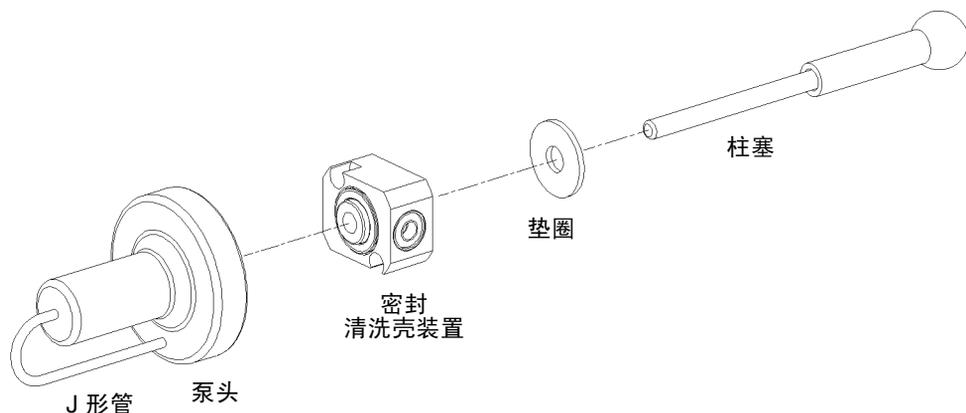

图 7-5 柱塞、密封清洗和泵头
5. 将泵头、密封清洗装置及柱塞作为一个设备移除（图 7-5）。
7. 按照屏幕上的指示重新插入泵头、密封清洗壳、垫圈及柱塞装置。为避免损坏管密封及将密封清洗管与密封清洗壳正确对齐，请参阅下面的步骤 **a** 至 **d**。另外，要确保泵头定位销定位正确及“J”形管朝下（图 7-5）。
7. 重新安装密封清洗壳装置垫圈（请参阅图 7-5）。
8. 将密封清洗壳和垫圈滑到柱塞上，然后将此装置插到泵头上（图 7-5）。
9. 按照 Head Removal and Replacement（泵头移除和替换）屏幕上的指示重新插入泵头、密封清洗装置和柱塞。为避免损坏管密封及将密封清洗管与密封清洗壳正确对齐，请参阅下面的步骤 **a** 至 **d**。另外，要确保泵头定位销定位正确及“J”形管朝下（图 7-5）。
2. 在不将柱塞从泵头和密封清洗装置分离情况下，检查柱塞是否损坏、磨损过度或有流动相残留物（图 7-5）。如果柱塞密封上附有流动相残留物：
2. 按照 **Head Removal and Replacement**（泵头移除和替换）屏幕上的指示重新插入泵头、密封清洗装置和柱塞。为避免损坏管密封及将密封清洗管与密封清洗壳正确对齐，请参阅下面的步骤 **a** 至 **d**。另外，要确保泵头定位销定位正确及“J”形管朝下（图 7-5）。